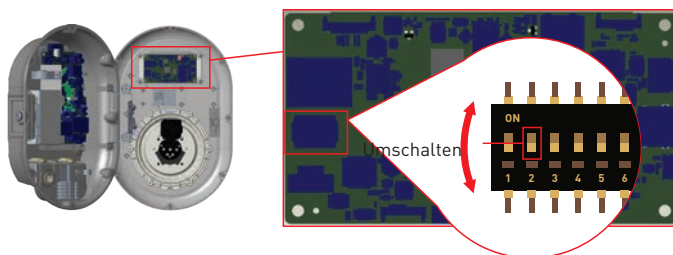

Abbildung.29
- Schalten Sie die zweite Position des Dip Schalters, der sich auf der Chipkarte des in Abbildung 29 gezeigten Ladegeräts befindet, um. Danach schalten Sie das Ladegerät bitte wieder ein.